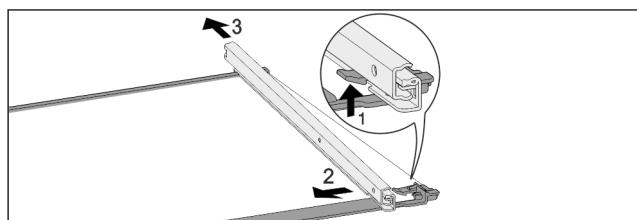

Fig. 120 Sklenená doska s koľajničkami
- Potlačte predný západkový hák nahor. Fig. 120 (1)
- Odsuňte vyťahovaci kolajničku do strany Fig. 120 (2) a dozadu Fig. 120 (3).